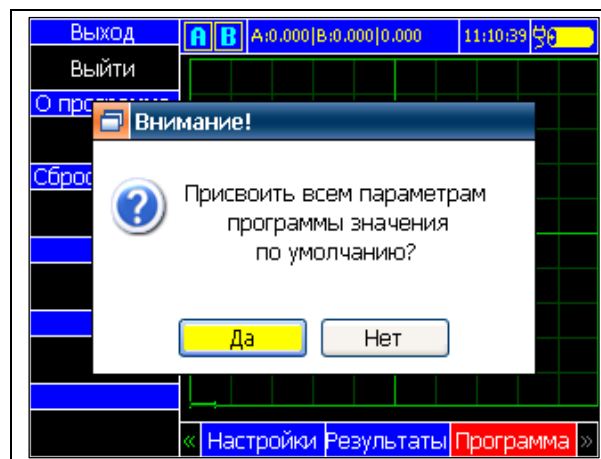

Рисунок 25
14.7.2.3 Выполнить сброс ранее установленных параметров дефектоскопа общего назначения в их первоначальное состояние нажав функциональную клавишу, соответствующую параметру «Сброс парам.» из списка параметров «Программа». При этом на экран будет выведен запрос на подтверждение присвоения всем параметрам программы значений по умолчанию, как показывает **Рисунок 25**.